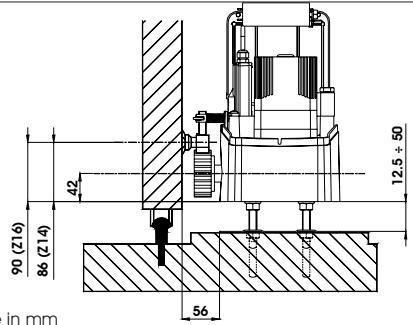

Fig.10
- 3) Registrare l'altezza del motoriduttore e la distanza dal cancello con riferimento alle quote di Fig.10.